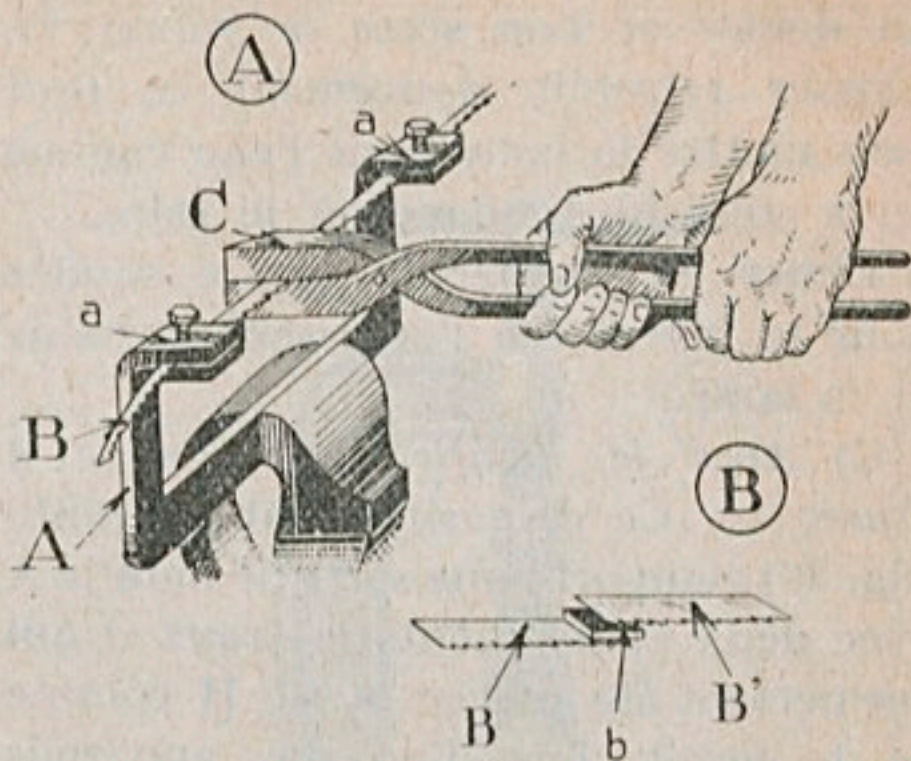

Figure 27
A) *Avec le porte-scie spécial.* — Ce porte-scie se compose simplement (fig. 27) d'une monture en fer plat A que l'on serre dans l'étau. La lame à réparer B est placée entre deux pinces a ; il faut veiller à ce que les deux tronçons soient rigoureusement dans le prolongement l'un de l'autre et que les bouts se superposent sur 10 à 12  $\frac{m}{m}$ . Faire chauffer la pince C et pendant ce temps placer entre les deux parties de la lame qui chevauchent un petit morceau b de taille appropriée de plaque à braser Lafitte spéciale pour le brasage des lames de scies à ruban et travaux similaires. Lorsque les tenailles sont chauffées à blanc, serrer les parties à braser entre les mors dont la chaleur ne tarde pas à faire fondre la brasure interposée entre les deux bris de la lame.